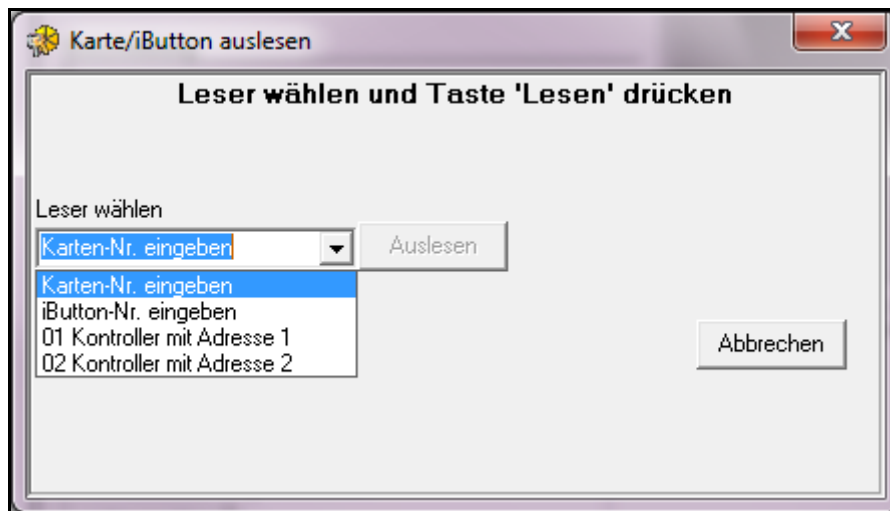

Abb. 27. Fenster für Hinzufügung der Karte / des iButtons.
8. Soll der Benutzer eine Karte / einen iButton nutzen, so klicken Sie mit der Maus auf die Taste HINZUFÜGEN. Es öffnet sich das Fenster KARTE / IBUTTON AUSLESEN (siehe: Abb. 27).